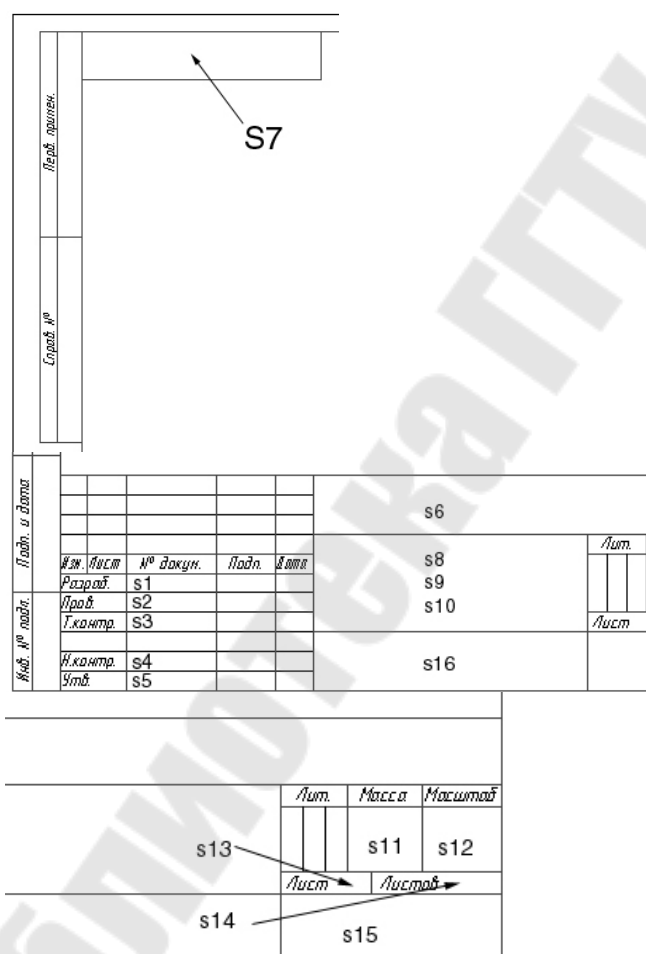

Рис. 2.4. – Расположение атрибутов основной надписи
**8. Установим атрибуты для создаваемого локального блока основной надписи чертежа (рис.2.4).**
Далее необходимо последовательно использовать команду АТОПР с целью определения параметров оставшихся атрибутов для блока основной надписи. Результат этого этапа работы представлен на рис. 2.4.